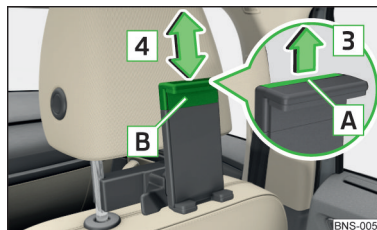

Fig. 141
- Pentru **adaptarea înălțimii suportului**, trageți curelușa de siguranță **A** în sensul săgeții **3** și deplasați piesa **B** în sensul săgeții **4** în poziția dorită » fig. 141.